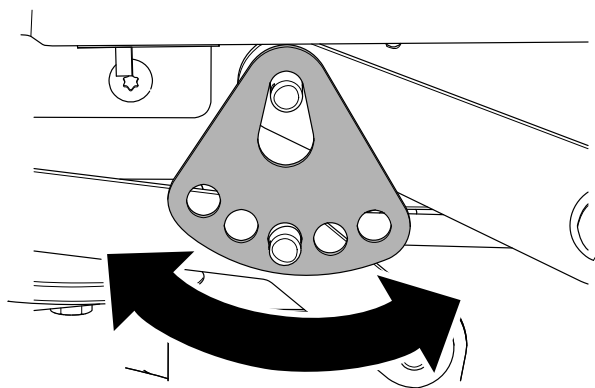

Figura 69
7. Rotiți placa pentru înălțimea de tăiere în alt orificiu, astfel încât să suporte greutatea puii mainii de tuns iarbă după ce montați placa (Figura 69).
8. Montai aiba i tiftul în formă de agrafă (Figura 69).